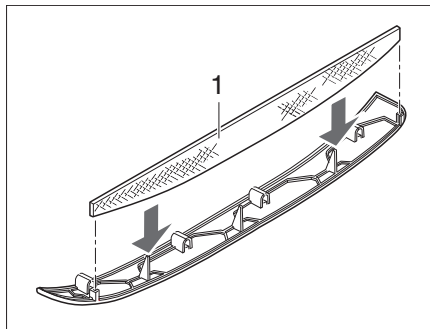
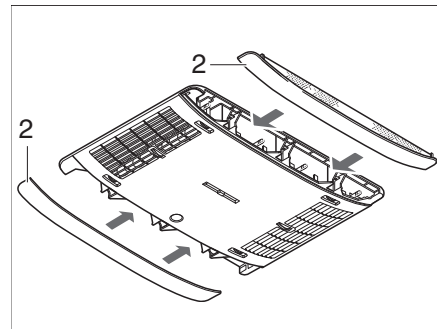

Bild 396 Luddfilter klimatanläggning
Bild 397 Paneler klimatanläggning
I panelerna (Bild 397,2) på sidorna finns två luddfilter. Luddfiltren måste rengöras regelbundet, dock minst var 6:e månad, och vid behov ska de bytas.
- Dra av panelerna (Bild 397,2) från luftspridaren och rengör luddfiltret (Bild 396,1) eller byt det vid behov.